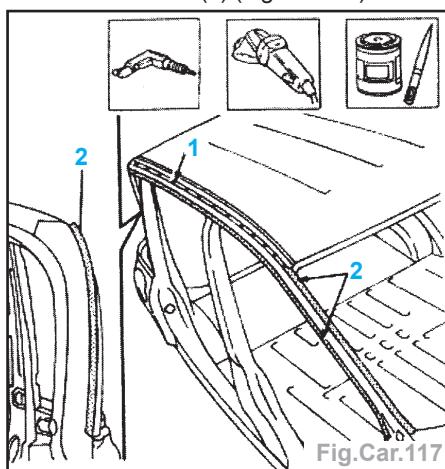

Fig.Car.117
- Effectuer des trous (1) appliquer un apprêt électro-soudable (2) (Fig.Car.117).